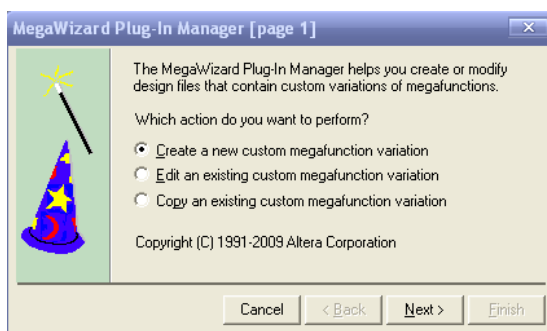

图 5.59 新建 megafunction
② 如图 5.59 所示，使用默认选项“Create a new custom megafunction variation”，点击“Next>”。